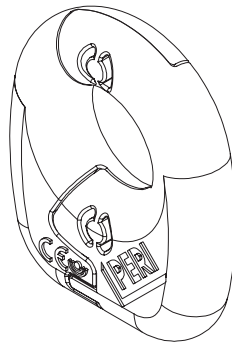
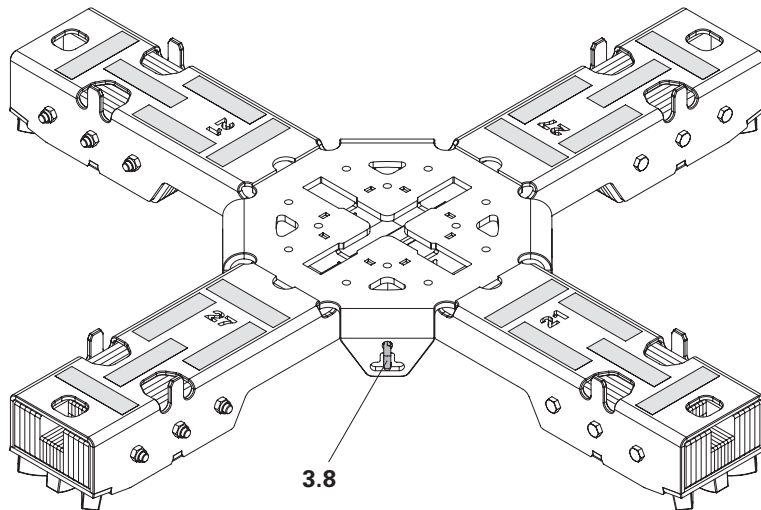

Abb. A1.05
Abb. A1.06
- An der SKYANKER Flexaufnahme (3) ist ein RFID LA-Tag (3.8) eingebaut. (Abb. A1.05 + Abb. A1.06)